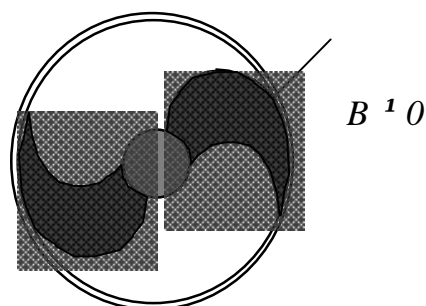
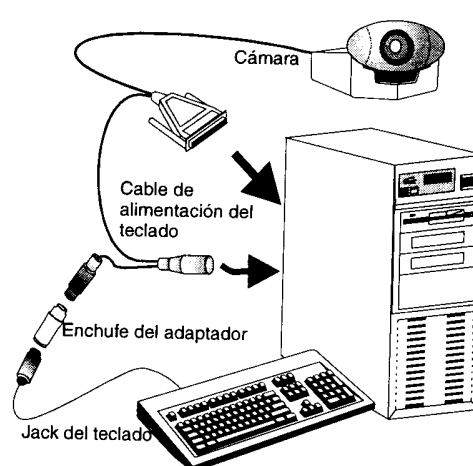

Figura 5: vista superior de la pantalla fosforescente, con campo magnético distinto de cero.
Figura 6 : Conexión de la cámara al PC.
① Introduzca el tubo en el solenoide y coloque ambos verticalmente sobre la mesa, de tal modo que sea posible observar el tubo por el extremo libre del solenoide.
② Conecte el circuito del tubo (con visto bueno del ayudante). Ajuste el voltaje alrededor de los 150 V. Observe y anote lo que sucede.
③ Monte sobre la parte superior del solenoide una cámara digital, la que permitirá que Ud. pueda observar la imagen en el computador. Realice la conexión de la cámara a través de la puerta paralela y del puerto del teclado del computador como lo indica la figura 6.
④ Encienda el computador e ingrese al software **Photomax** que maneja la cámara digital. Dentro del software seleccione **Obtener Foto**, de esta forma la cámara enfocará el haz de electrones a estudiar.
⑤ Conecte el circuito del solenoide, y haga observaciones cualitativas de lo que ve en pantalla. Cuando haya ubicado la imagen deseada seleccione en el software **Captar**, en seguida guarde la foto (de preferencia en formato JPG para que pueda ser manipulada la imagen con el software del Windows) en el disco duro de su PC.
⑥ Ejecute directamente su archivo JPG para obtener una mejor imagen de su experiencia. Mida cuidadosamente sobre la imagen impresa, con un pie de metro el diámetro de curvatura del haz de electrones. En seguida mida cuidadosamente el diámetro del tubo RCA. Obtenga la escala equivalente.
⑦ Explíquelo cualitativamente y discuta con sus compañeros y ayudante otro método para medir el radio de curvatura de los bordes de la sombra, que se muestran esquemáticamente en la figura 5.